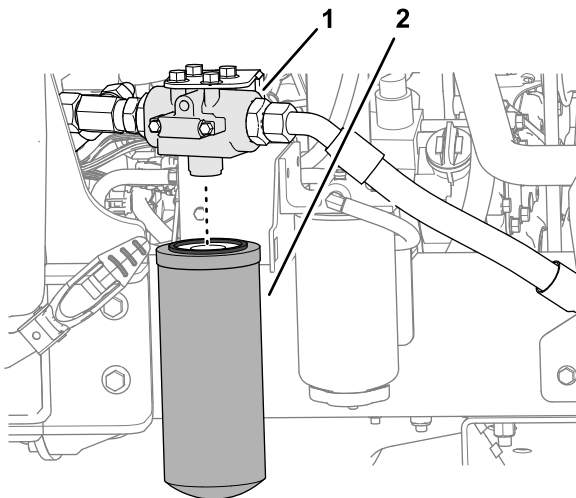

Bild 69
- Reinigen Sie auf der linken Seite der Maschine den Bereich um den Filterkopf und stellen Sie eine Auffangwanne unter den Filter (Bild 69).
- Entfernen Sie den Rücklauffilter (Bild 69).
- Montieren Sie den Filter am Filterkopf und ziehen Sie den Filter von Hand fest, bis die Dichtung die Montagefläche berührt, und drehen Sie ihn dann um eine weitere 1/2-Umdrehung weiter (Bild 69).